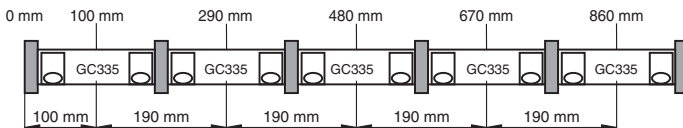

Abbildung 3.1 Montage Aluminium-Profil
2. Bohren Sie die Befestigungslöcher mittig zwischen den Modulhaltern (in der Abb. 3.1 grau wirkende Fläche).